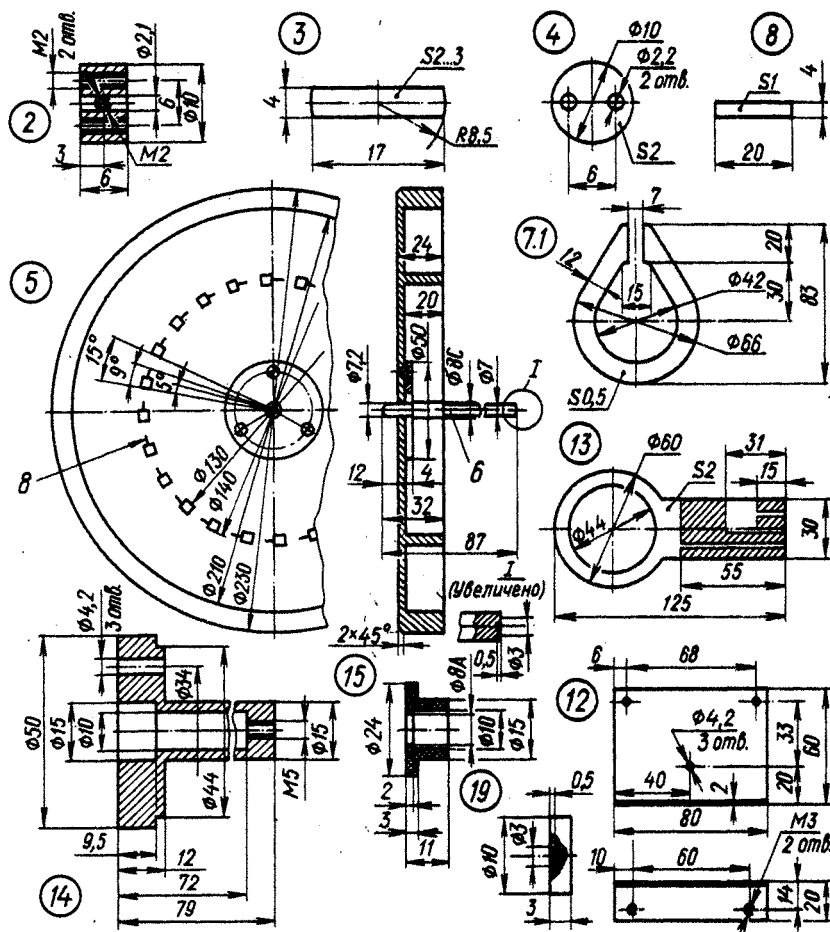

Рис. 2
**Конструкция и детали.** Чертежи основных деталей двигателя показаны на рис. 2 в тексте, чертеж панели ЭПУ и размещение деталей на ней — на 3 с. обложки. Валик 6, скрепленный с диском 5 тремя винтами М3×8, вращается в подшипнике 15, запрессованном во втулку 14, и опирается через стальной шарик диаметром 4 мм на подпятник 19 (его положение по высоте регулируется винтом М5, ввинчиваемым в основание втулки 14). На панели втулка 14 закреплена тремя винтами М4×20. На фланец втулки (диаметром
рис. 2) часть пластины осталась свободной на длине 25...26 мм. На готовый статор накладывают картонные (толщиной 1 мм) накладки, затем стальные кронштейны 12 (полками наружу) и стягивают весь пакет винтами М4×25. Зубцы статора должны выступать за пределы кронштейнов на 24 мм.